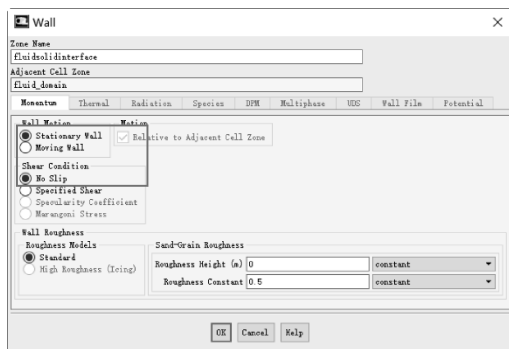

图 11-171 设置耦合壁面
(1) 单击 Ribbon 功能区【Setting Up Physics】→【Boundaries...】→【Zone】→【fluid solid interface】→【Type】= wall, 单击【Edit...】, 保持弹出的对话框中的设置, 单击【OK】关闭对话框, 如图 11-171 所示。